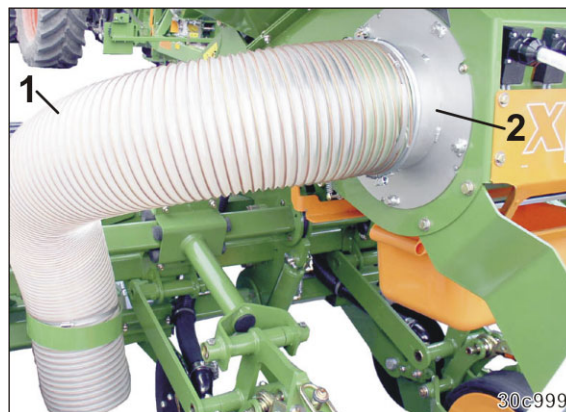

Fig. 289
2. Afmonter udluftningsslangen (Fig. 289/1) fra husets dæksel (Fig. 289/2).